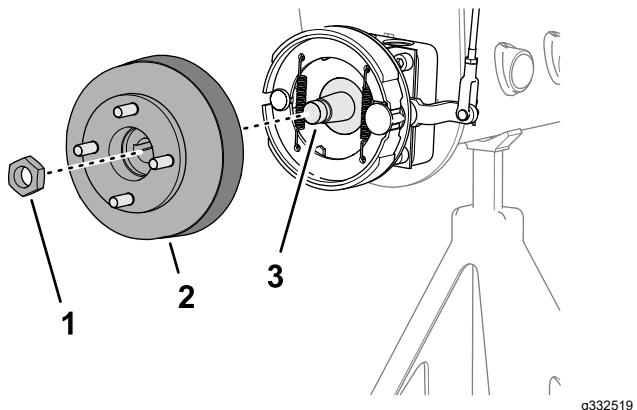
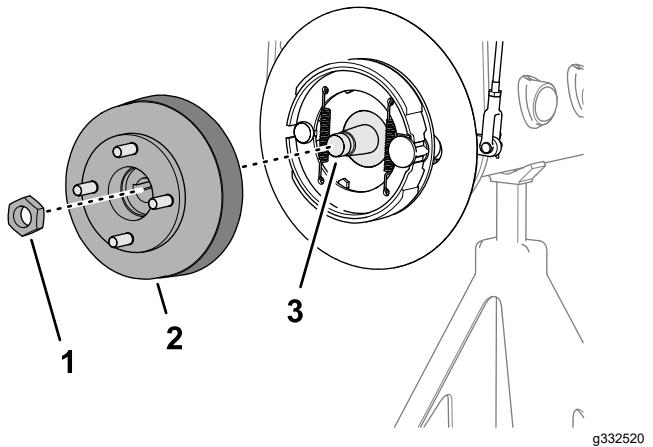

Bild 70
Bild 71
- Montieren Sie die Radnabe und Bremstrommel auf die Radmotorwelle (Bild 70 oder Bild 71).
- Befestigen Sie die Radnabe mit der Sicherungsmutter (Bild 70 oder Bild 71) auf der Welle und ziehen Sie diese nur handfest an.